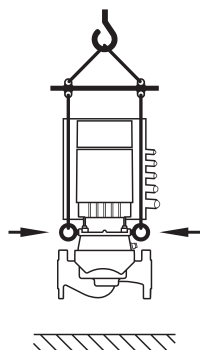

Fig. 8: Siurblio transportavimas
- Transportuojant siurbį naudoti leistinus krovinio kėlimo mechanizmus (pvz., skridinį, kraną ir pan.). Jos turi būti tvirtinamos prie ant variklio flanšo esančių transportavimo ąsų (Fig. 8, čia pavaizduota: Kėlimo kryptis su vertikaliu variklio vėliu).